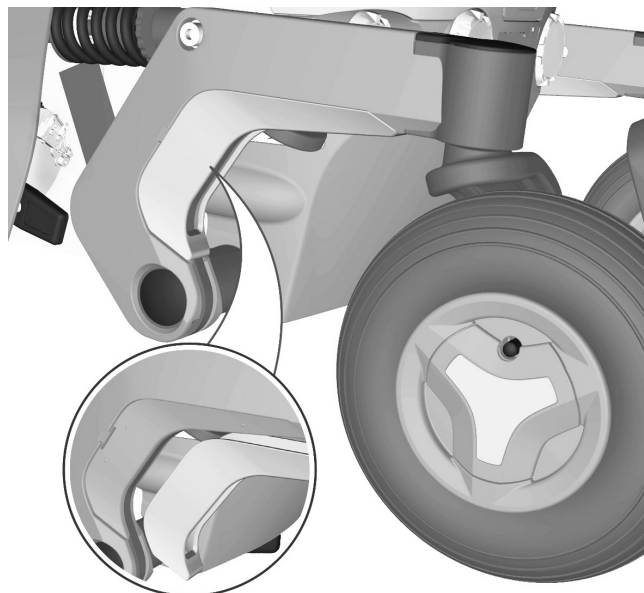

Abbildung 8. Farbige Akzentabdeckung vom hinteren Tragarm.
2. Die farbige Akzentabdeckung abmontieren, indem man sie vorsichtig mit einem Schraubenzieher in der Nut auf der linken bzw. rechten Seite des Tragarms heraushebelt. Siehe Abbildung 8.
2. Die farbige Akzentabdeckung anbringen, indem man sie vorsichtig in Position drückt, bis ein „Klick“ zu hören ist. Siehe Abbildung. 8.